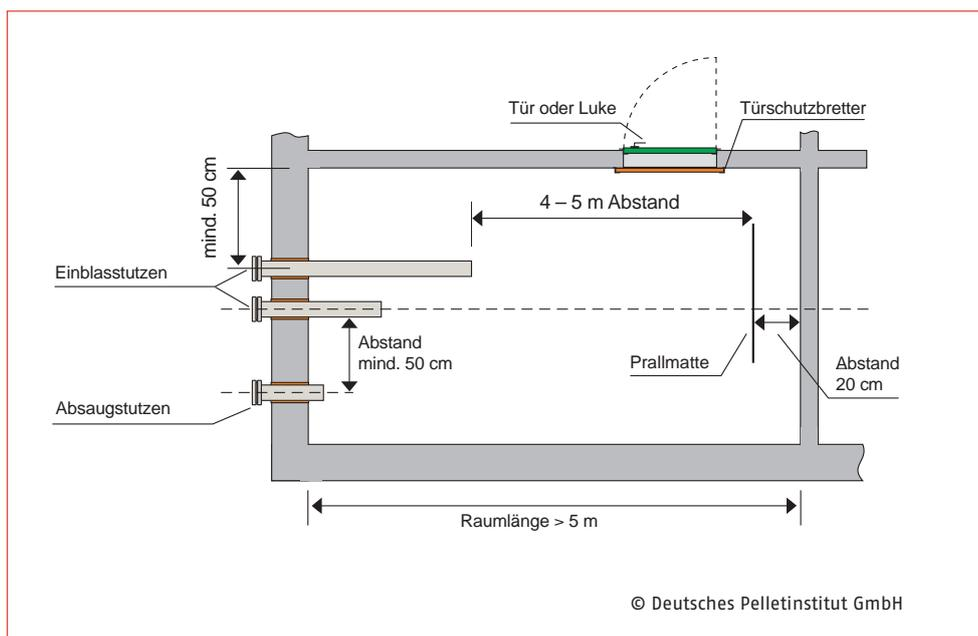

Abb. 27: Ausführungsbeispiel für lange Lagerräume (Draufsicht)
- Die Prallmatte ist in einem Abstand von 20 cm von der Rückwand an der Decke zu befestigen (s. Abb. 27).